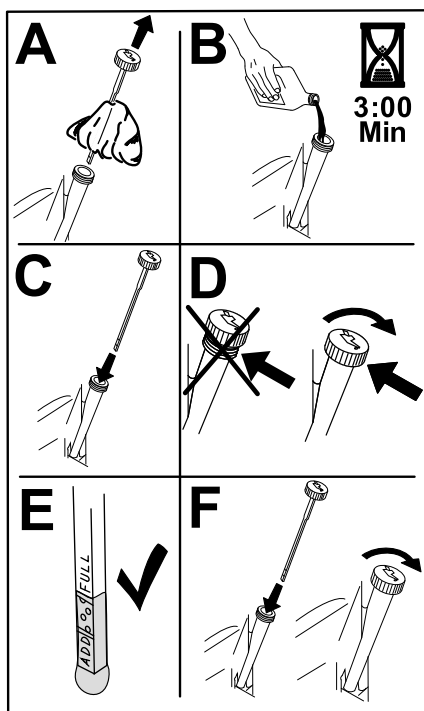

Figura 46
6. Vierta lentamente un 80% aproximadamente del aceite especificado por el tubo de llenado, luego añada lentamente el resto del aceite hasta que llegue a la marca Lleno (Figura 46).